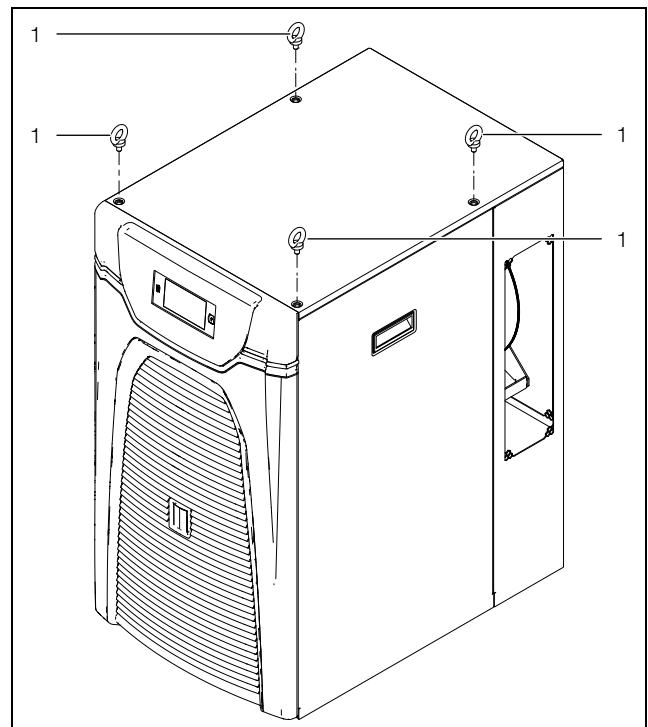

Abb. 27: Transportöse für Transport (3319100 und 3320200)
- Transportieren Sie den Chiller nur auf der mitgelieferten Palette bzw. an den dafür vorgesehenen Transportösen (Abb. 27, Pos. 1).